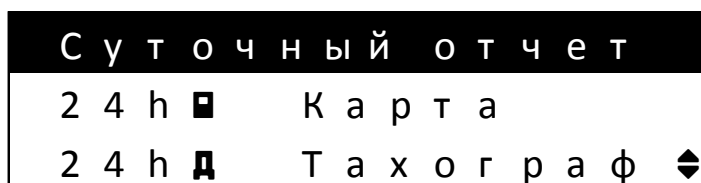

Рисунок 7.1.2 - Окно выбора отчета о ежедневной деятельности водителя, сохраненной в тахографе
7.1.7 Окно выбора отчета о ежедневной деятельности водителей, сохраненной в тахографе (рисунок 7.1.2).